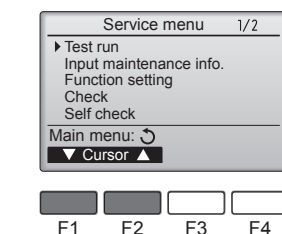

Fig. 7-1
- ① Selecteer "Test run" (Proefdraaien) in het Service-menu en druk op de toets [SELECTEREN]. (Fig. 7-1)